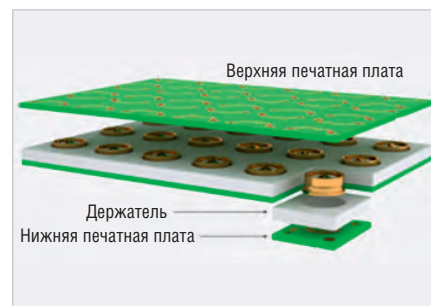

Рис. 11. Схема образования соединения плат с применением соединителей IMP-LP
- Подводят верхнюю печатную плату и прижимают её к сборке, надавливая на центральные контакты соединителей – рис. 11.